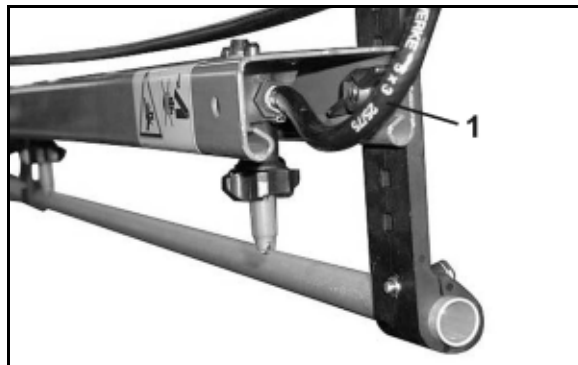

Fig. 67
- gjør det mulig å oppnå et permanent væskeomløp i spredereøret når trykkomløpssystemet er tilkoblet. I den forbindelse er det montert en skylletilkoblingslange (Fig. 67/1) på hver seksjon.
- en skylletilkoblingslange (Fig. 67/1) per seksjon